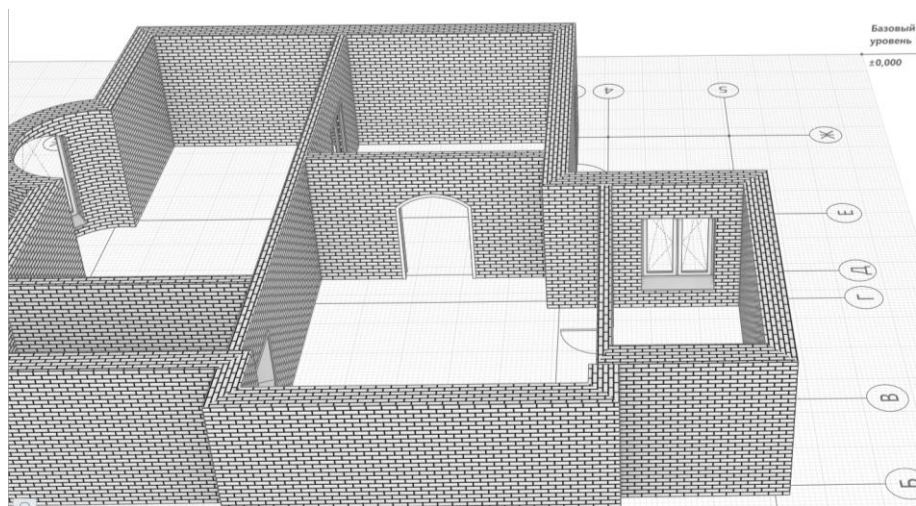

Рис. 9 Вставка окна
3. Далее вставляем следующие окна (рис. 9). В **Параметрах** указываем: высота – **1700 мм.**, ширина – **1500 мм.**, смещение по вертикали – **500 мм.**, стиль – **двустворчатое (коричневый ПВХ)**, марка – **ОК2**. В **Параметрах заполнения** добавляем подоконник.